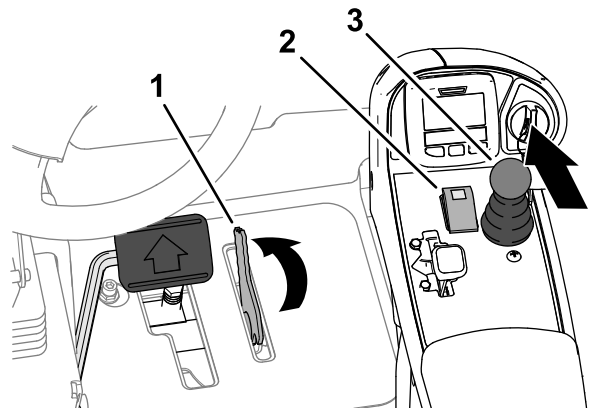

Figure 122
3. Tournez le levier du limiteur de vitesse de tonte-déplacement à la position TONTE (Figure 122).